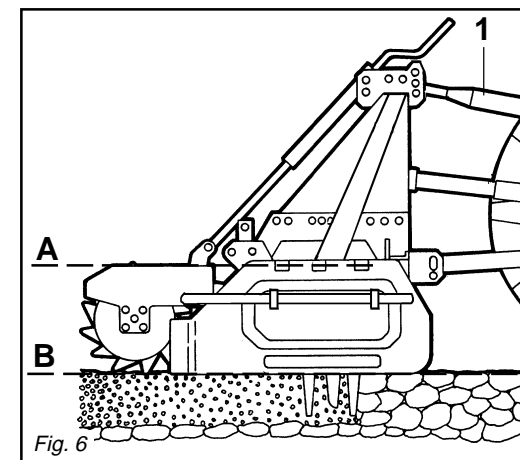

Fig. 6
- 4- Collegare il terzo punto superiore ed effettuare una corretta regolazione con il tirante (1 Fig. 6) verificando che il piano superiore dell'erpice rotante (A Fig. 6) risulti parallelo al piano terra (B Fig. 6). Ciò è molto importante allo scopo di ottenere il parallelismo tra asse albero presa di forza dell'erpice e quello della presa di forza del trattore. Operare in queste condizioni significa limitare le sollecitazioni sulla presa di forza stessa e prolungare la durata dell'albero cardanico e dell'erpice stesso.
- 4- *Connect the upper third-point and correctly regulate by means of the adjuster (1 Fig. 6), checking that the upper surface of the steerage hoe (A Fig. 6) is parallel to the ground (B Fig. 6). This is very important since it achieves parallelism between the axis of the steerage hoe and that of the tractor pto.*
- 4- Den oberen Kupplungspunkt anschließen und den oberen Lenker (1 Abb. 6) korrekt einstellen. Sicherstellen, daß die obere Haubenkante der Hackfräse (A Abb. 6) parallel zum Boden (B Abb. 6) steht. Das ist sehr wichtig, um die Parallelität zwischen der Achse der Hackfräse und der der Schlepper-Zapfwelle zu erhalten. Wenn diese Parallelität gegeben ist, wird die Zapfwelle weniger belastet und das Leben von Gelenkwelle und Gerät wird verlängert.
- 4- *Reliez le troisième point supérieur et réglez correctement à l'aide du tirant (1 Fig. 6). Assurez-vous que le plan supérieur de la houe rotative (A Fig. 6) soit pratiquement parallèle au terrain (B Fig. 6). Ceci est très important en vue d'obtenir le parallélisme entre l'axe de la houe et celui de la prise de force du tracteur. Travailler dans ces conditions signifie limiter les sollicitations sur la prise de force et prolonger la durée de l'arbre à cardans, mais aussi de la machine.*
- 4- Conectar el tercer punto superior y efectuar una correcta regulación con el tirante de regulación (1 Fig. 6) controlando que el plano superior de la binadora (A Fig. 6) resulte paralelo al plano al nivel del suelo (B Fig. 6). Esto es muy importante para obtener paralelismo entre el eje de la binadora y el eje de la toma de fuerza del tractor. Esto permite limitar los esfuerzos sobre la toma de fuerza misma y hacer durar el árbol cardánico y la máquina misma.